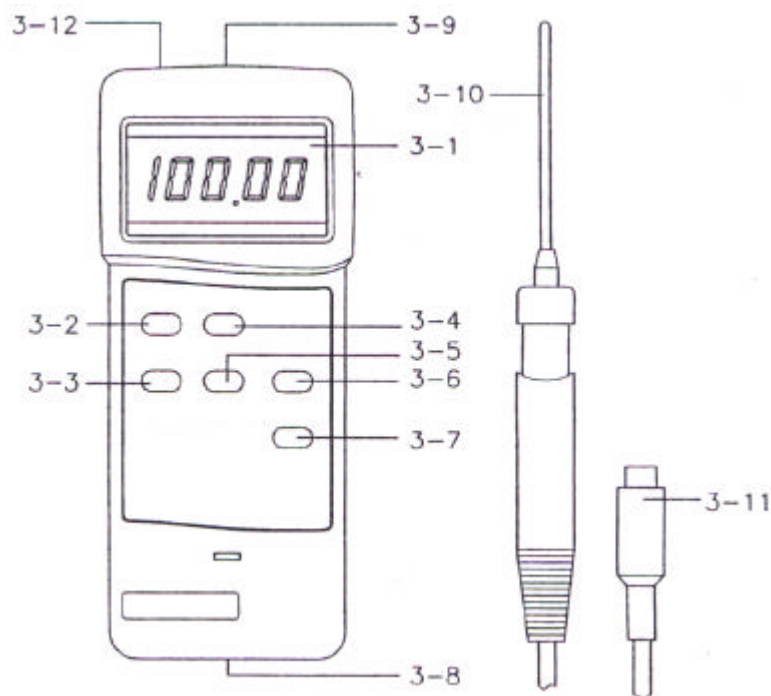

Fig. 1
2. Aprire il vano batterie (3-8, Fig.1) e rimuovere la batteria scarica.
Lo strumento è dotato di una interfaccia seriale RS-232C per il collegamento ad un personal computer. La connessione avviene tramite una presa da 3.5mm (3-12, Fig.1)
1. Accendere lo strumento tramite il pulsante "Power Off/On" (3-7, Fig.1), portandolo nella posizione "On".
2. Scegliere l'unità di misura della temperatura in °C o °F, tramite il selettore °C/°F (3-4, Fig.1).
3. Determinare la risoluzione di visualizzazione da 0.1° oppure 0.01° premendo il pulsante "0.1°/0.01°" (3-6, Fig.1)
4. Collegare il plug della sonda opzionale PT100 alla presa di ingresso dello strumento (3-9, Fig. 1). Sul display appare il valore di temperatura misurato.
Durante la fase di misura, premere il pulsante "Hold Button" (3-2, Fig.1) per bloccare il valore della misura sul display, sul display appare l'indicazione HOLD, Premere nuovamente il pulsante HOLD per uscire dalla funzione.
La funzione di Data Record consente di visualizzare il valore Massimo e Minimo della misura, per attivare tale funzione, premere il pulsante "Record Button" (3-3, Fig.1) una volta. Sul display appare il simbolo "REC". CO il simbolo "REC" sul display:
- a) Premere il pulsante "Recall Button" (3-5, Fig.1) una volta, sul display appare il simbolo Max e viene visualizzato il valore massimo della misura.